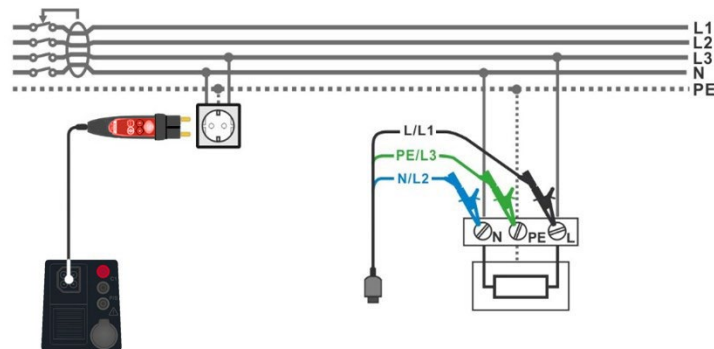

Abbildung 7.25: Anschluss des Commander-Prüfsteckers und der 3-Leiter-Prüfleitung
- › Schließen Sie die 3-Leiter-Prüfleitung oder den Commander-Prüfstecker am Prüfobjekt an, siehe **Abbildung 7.25**.
- › Schließen Sie die 3-Leiter-Leitung oder den Commander Prüfstecker am Prüfobjekt an, siehe **Abbildung 7.25**.
- › Schließen Sie die 3-Leiter-Prüfleitung oder den Commander-Prüfstecker am Prüfobjekt an, siehe **Abbildung 7.25**
- Wählen Sie die Funktion RCD Auto im Menü RCD. - Stellen Sie die Prüfparameter / Grenzwerte ein. - Schließen Sie die Prüflleitungen am Prüfgerät an. - Schließen Sie die 3-Leiter-Prüflleitung oder den Commander Prüfstecker am Prüfobjekt an, siehe Abbildung 7.25. - Starten Sie die Messung.	Start Prüfung